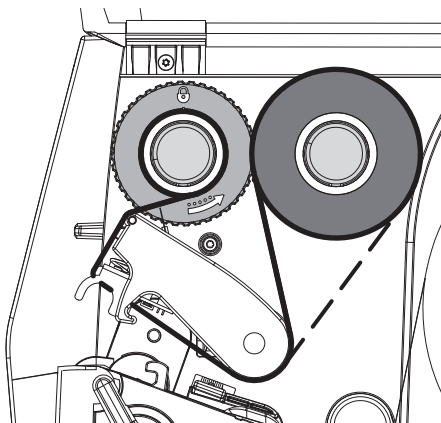

Figura 13 Deplasarea benzii de transfer
5. Ajustați poziția opritorului de margine de pe înfășurător la lățimea miezului benzii (4) și împingeți miezul benzii pe înfășurător (2).
6. Ghidați banda de transfer prin modulul de tipar conform Figura 13.